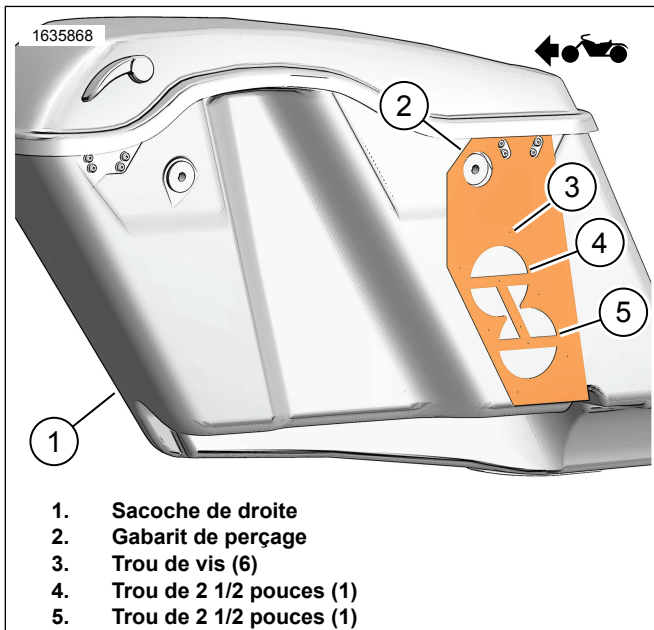
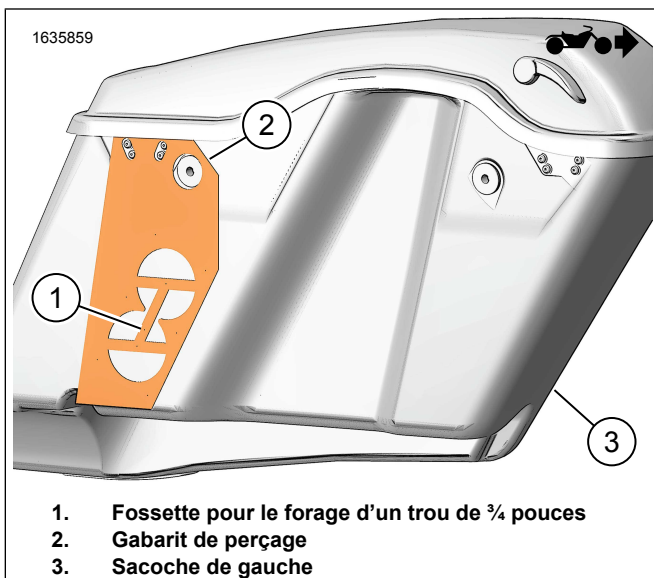
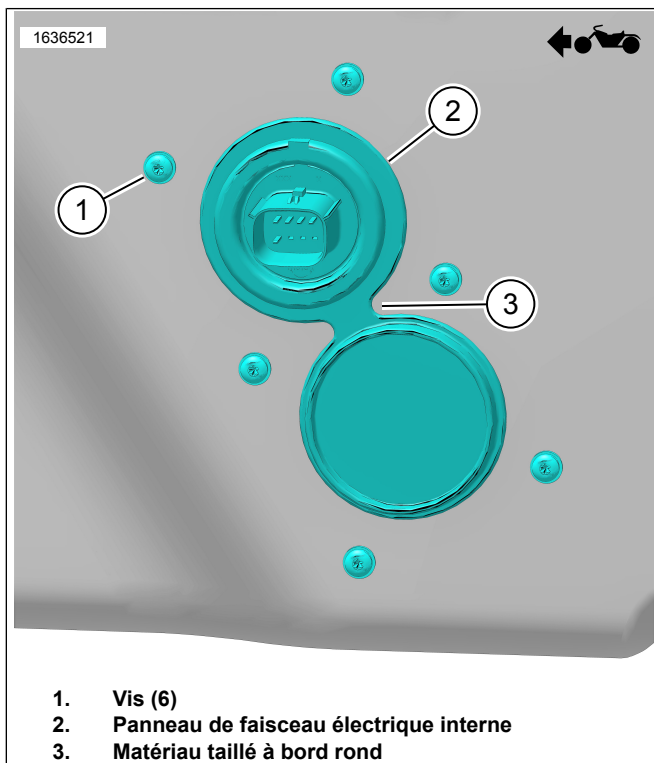

Figure 2. Sacoche de droite
Figure 3. Sacoche de gauche
Figure 7. Panneau de faisceau électrique interne
1. Voir la Figure 2. Positionnez le gabarit de perçage (2) sur la sacoche droite (1).
2. Modifiez la sacoche droite (1).
- d. Voir la Figure 7. Taillez le matériel au bord rond (3).
4. Voir la Figure 3. Positionnez le gabarit de perçage (2) sur la sacoche de gauche (3).
5. Modifiez la sacoche de gauche (3).
- a. Utilisez un pointeau pour marquer l'emplacement de perçage (1) sur le gabarit.
6. Voir la Figure 7. Installez le panneau de faisceau interne (2).